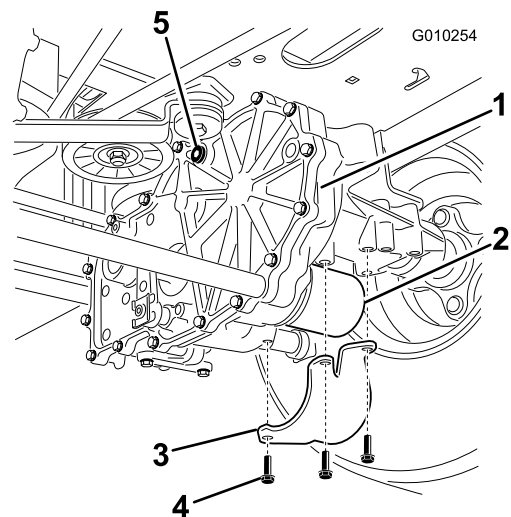

Figure 49
2. Localisez le filtre et ses protections sur chaque transmission à boîte-pont et retirez les 3 vis qui fixent la protection de filtre (Figure 49).